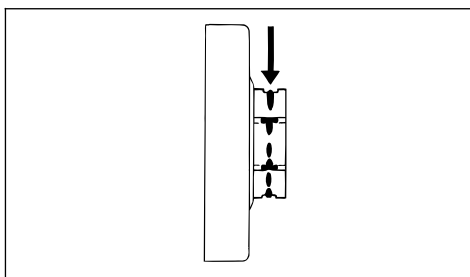

Рис. 59
- Если следы приработки (стрелки) превышают глубину 0,5 мм (рис. 59) – в противном случае снижается срок службы цепи пилы – при контроле пользуйтесь контрольным калибром (специальные принадлежности)